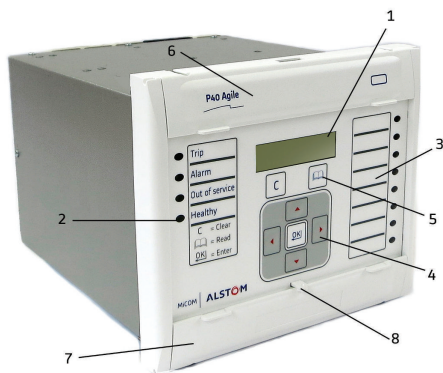

Рис.3 Интерфейс пользователя реле серии P40
В устройствах серии P40 имеется возможность редактирования текстов меню и описаний сообщений сигнализации. Передняя панель интерфейса пользователя, как показано на рис.3, включает:
- (1) жидкокристаллический дисплей с обратной подсветкой
- (2) четыре светодиода с фиксированным назначением
- (3) до 18 программируемых светодиодных индикаторов
- (4) клавиши навигации в меню и ввода данных
- (5) клавиши «Чтение» и «Сброс» для просмотра и квитирования сигналов
- (6) верхняя откидная крышка с наименованием продукта, под которой приведен полный номер модели, серийный номер изделия и номинальные данные реле
- (7) нижняя откидная крышка, под которой расположен передний порт связи EIA(RS)232 и порт загрузки/мониторинга
- (8) подготовка для опломбирования крышки
- (9) до 10 программируемых функциональных клавиш с трехцветными светодиодными индикаторами – предназначены для управления и тестирования (не видны на рис.3, в представленном корпусе 40TE).